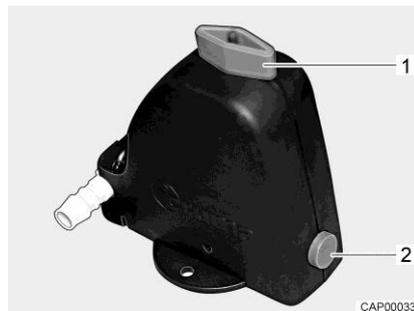
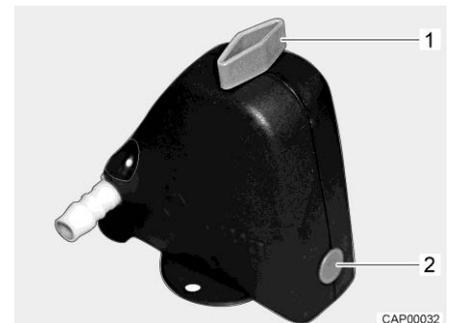

Fig. 138 Válvula de seguridad/purga abierta
Fig. 139 Válvula de seguridad/purga cerrada
- Cerrar la válvula de seguridad/purga. Para ello, girar el botón giratorio (Fig. 138,1) a la posición transversal en referencia a la válvula de seguridad/purga y hundir el botón (Fig. 138,2). La válvula de seguridad/purga cerrada se muestra en Fig. 139.